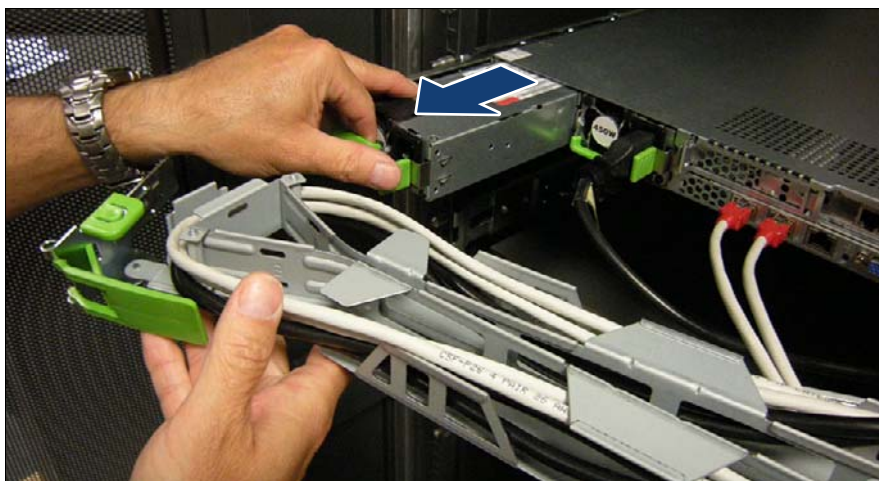

図 33: 電源ユニットの取り外し
- ▶ 電源ユニットを取り外し（図 33 を参照）、新しい電源ユニットを慎重に取り付けます。